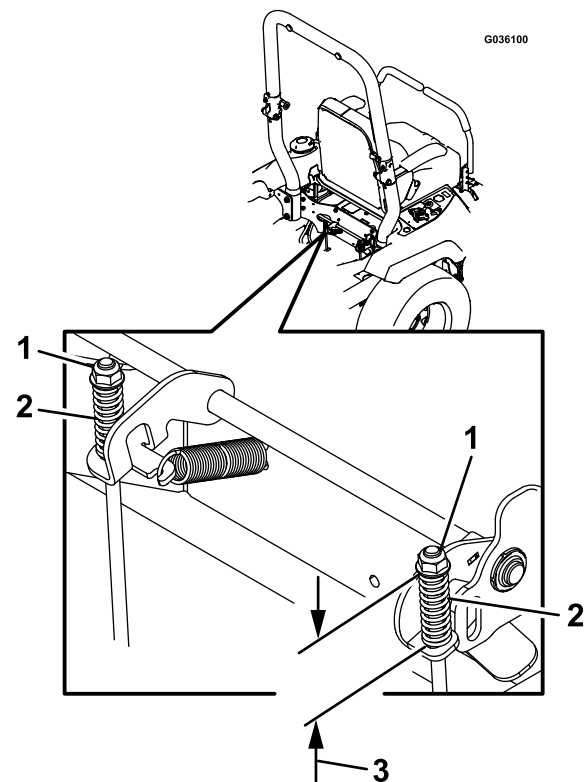

Figure 91
7. Contrôlez les deux longueurs de ressort comme montré à la Figure 91. Si un réglage est nécessaire, tournez l'écrou supérieur dans le sens horaire pour raccourcir le ressort, et dans le sens antihoraire pour l'allonger.